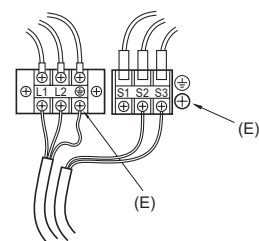

Fig. 6-2
### 6.1. Unidad exterior (Fig. 6-1, Fig. 6-2)
- (1) Extraiga el panel de servicio.
- (2) Tienda los cables de acuerdo con la Fig. 6-1 y Fig. 6-2.